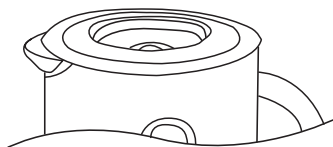

Fig. 7
- Si quisiera agregar ingredientes cuando la licuadora está en funcionamiento, retire la tapa superior y agréguelos a través de dicha abertura (refiérase a la Fig.7).